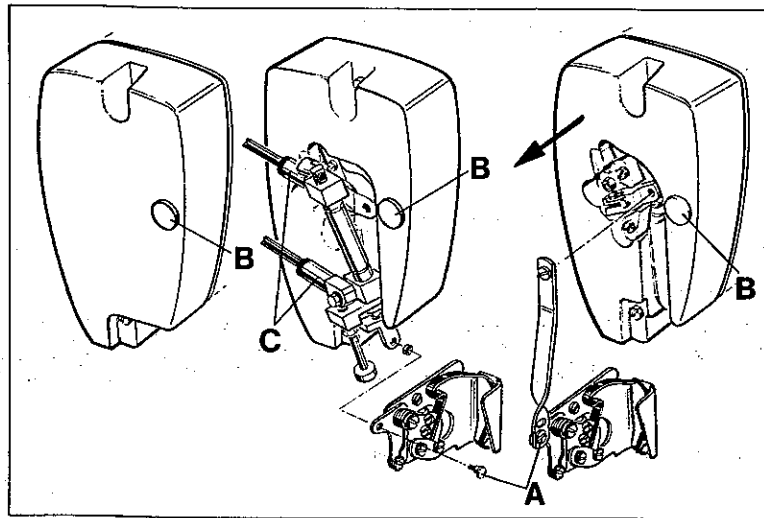
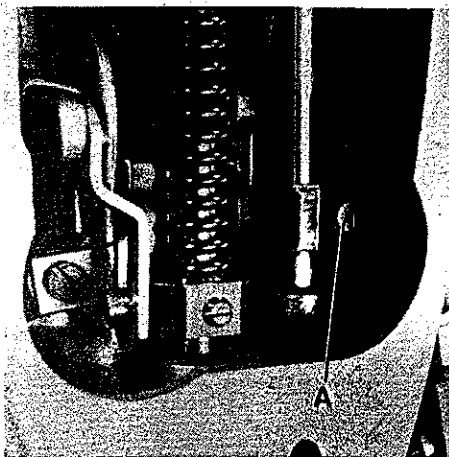
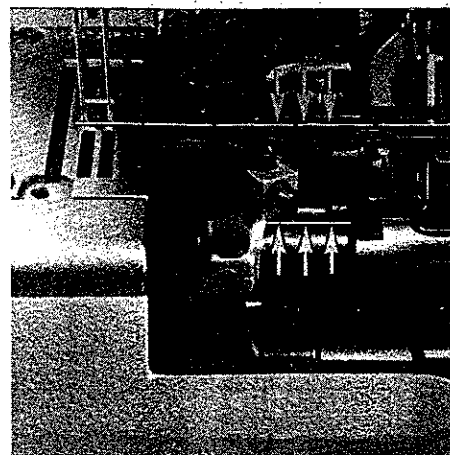
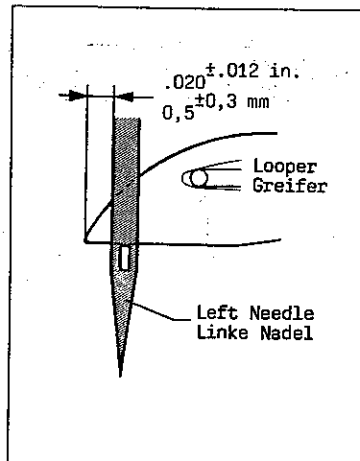

Fig.18
Fig. 19
Fig.20
Fig.22
1. Remove the head cover*, presser foot and feed dogs. For removing the head cover on styles with thread wiper also shoulder screw (A, Fig. 18) on bell crank lever of thread wiper has to be screwed out. On styles equipped with pneumatic thread wiper additionally the PA-tubes have to be disconnected on the straight connectors (C) of the air cylinder. On styles with solenoid operated thread wiper the head cover has to be removed horizontally (in direction of the arrow) to avoid damaging of plug and receptacle.
3. Loosen screw (A, Fig. 19) and turn needle bar as required, so the needles center in the needle holes of throat plate and are parallel to the looper shaft (see Fig. 20). This can be checked by holding a ruler against the needles.
4. Retighten screw (A, Fig. 19).
* The needle bar can also be aligned and set to height without removing the head cover. For this, remove plug (B, Fig. 18) in the head cover to have access to screw (A, Fig. 19) in the needle bar connection. Remount the plug.
1. Entfernen Sie den Kopfdeckel*, Drückerfuß und Transporteure. Zum Entfernen des Kopfdeckels muß bei Maschinen mit Fadenzieher auch die Ansatzschraube (A, Fig. 18) am Winkelhebel des Fadenziehers herausgedreht werden. Bei Maschinen, die mit pneumatischem Fadenzieher ausgerüstet sind, müssen zusätzlich die PA-Schläuche an den geraden Verschraubungen (C), am Luftzylinder gelöst werden. Bei Maschinen mit magnetisch betätigtem Fadenzieher muß der Kopfdeckel horizontal (in Pfeilrichtung) abgezogen werden, damit Stecker und Steckbuchse nicht beschädigt werden.
3. Lösen Sie die Schraube (A, Fig. 19) und drehen Sie die Nadelstange so, daß die Nadeln mittig in die Stichlöcher der Stichplatte einstechen und parallel zur Greiferwelle stehen (siehe Fig. 20). Dies kann durch Anlegen eines Lineals an die Nadeln geprüft werden.
4. Ziehen Sie die Schraube (A, Fig. 19) wieder an.
* Die Nadelstange kann auch ohne Abbau des Kopfdeckels ausgerichtet und auf die Höhe eingestellt werden. Entfernen Sie dazu den Verschlussstopfen (B, Fig. 18) im Kopfdeckel, damit die Schraube (A, Fig. 19) im Nadelstangen-Mitnehmer zugänglich wird. Montieren Sie den Verschlussstopfen wieder.
The height of needle bar is correct, when the looper point at its travel from right to left is 0.5 mm (.020 in.) left of the left needle (see Fig. 22) and the top of the needle eye is flush with the underside of the looper. For adjustment loosen screw (A, Fig. 19)* and move needle bar up or down as required. Retighten screw (A).
Die Nadelstangenhöhe ist richtig eingestellt, wenn die Greiferspitze bei ihrem Weg von rechts nach links 0,5 mm links der linken Nadel steht (siehe Fig. 22) und Oberkante Nadelöhr und Unterkante Greifer in gleicher Höhe stehen. Lösen Sie für diese Einstellung die Schraube (A, Fig. 19)* und schieben Sie die Nadelstange nach Bedarf nach oben oder unten. Ziehen Sie die Schraube (A) wieder an. Beachten Sie, daß bei dieser Einstellung die Nadelstange nicht verdreht wird.